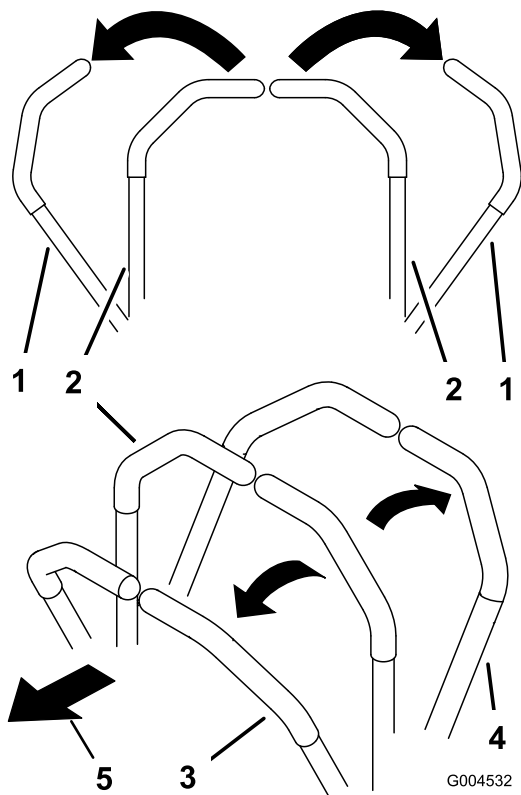

图19
- 要直线向前移动请缓慢向前推动移动控制杆 图 19。
- 要直线向后移动请缓慢向后拉动移动控制杆 图 19。
- 如要转向请向后拉动两个控制杆减慢机器速度向前推动想要转向的另一侧的控制杆 图 19。